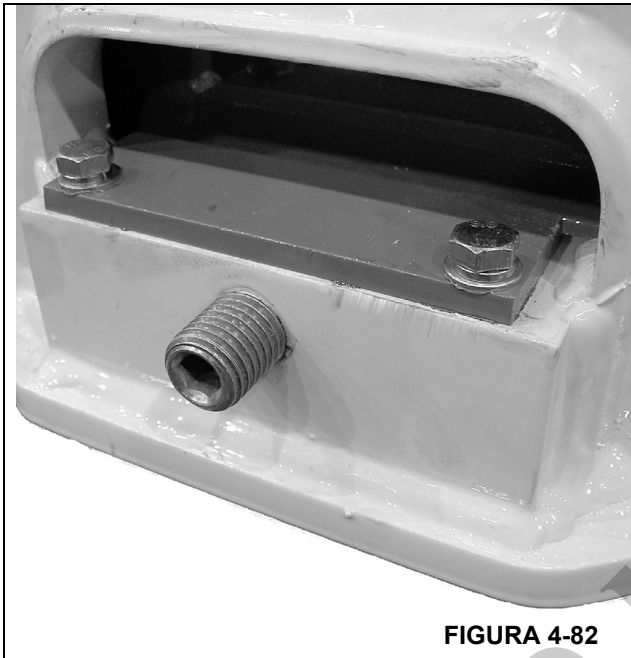

FIGURA 4-82
3. Instale la almohadilla de desgaste de latón a través del agujero de acceso en el costado de la sección de la base, deslice la sección central interior más allá de la almohadilla de desgaste e instale la placa de bloqueo (Figura 4-82).